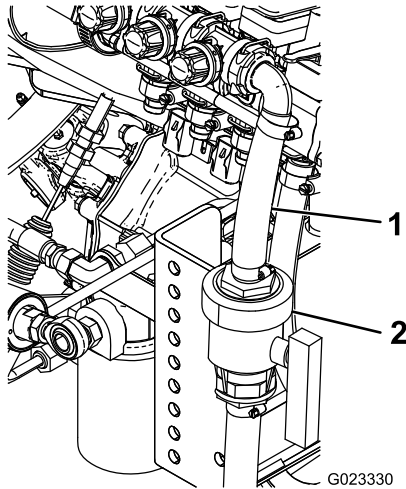

Figure 13
9. Branchez les 2 extrémités du flexible à la vanne du flexible d'alimentation au moyen de 2 colliers (Figure 13).